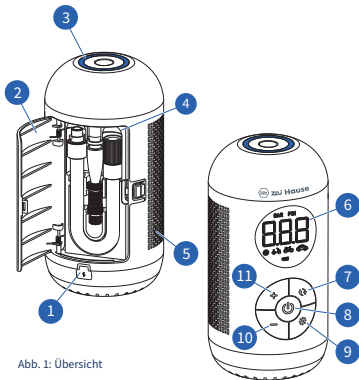
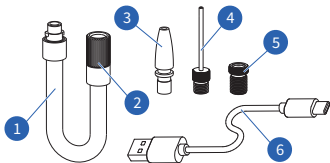
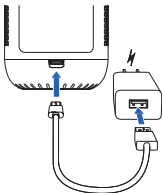

Abb. 1: Übersicht
Abb. 2: Zubehör
Abb. 3: Laden
**Schrader-Ventil (Abb. 2/2):** Die Luftpumpe kann direkt an ein Schrader-Ventil angeschlossen werden. Mit diesem Ventiltyp sind beispielsweise die Reifen von Pkw, Motorrädern, E-Bikes und den meisten Mountainbikes ausgestattet.
**Kunststoffdüsenadapter (Abb. 2/3):** Der Kunststoffdüsenadapter wird beispielsweise zum Aufpumpen von Spielzeug, Luftbetten oder Schwimmringen verwendet.
**Nadelventiladapter (Abb. 2/4):** Der Nadelventiladapter wird beispielsweise für Bälle wie Fußbälle oder Basketbälle verwendet.
**Presta-Ventiladapter (Abb. 2/5):** Der Presta-Ventiladapter wird beispielsweise für Reifen von Fahrrädern oder bestimmten Mountainbikes verwendet.
1. Stecken Sie den Stecker des Ladekabels (Abb. 2/⑥) in die Ladebuchse (Abb. 1/①) und stellen Sie den ordnungsgemäßen Sitz des Steckers (Abb. 3) sicher.
Die Ladezustandsanzeige (Abb. 1/6) auf dem Display wird je nach der verbliebenen Akkuladung der Luftpumpe in unterschiedlichen Farben angezeigt.
1. Öffnen Sie die hintere Gehäuseklappe (Abb. 1/ **2**).
2. Entnehmen Sie Luftschlauch und Luftventiladapter aus dem Gehäuse (Abb. 1 **4**).
- › Auf der Oberseite des Werkzeugs befindet sich eine ringförmige LED-Leuchte (Abb. 1/③), die ein- bzw. ausgeschaltet werden kann.